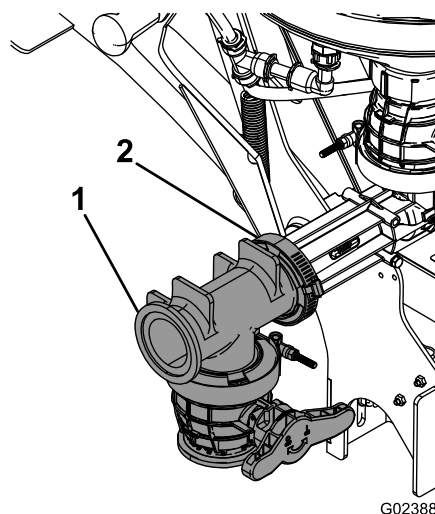

Рисунок 19
13. Подсоедините тройниковый клапан к узлу эдуктора с помощью прокладки и хомута с червячным винтом (Рисунок 19).